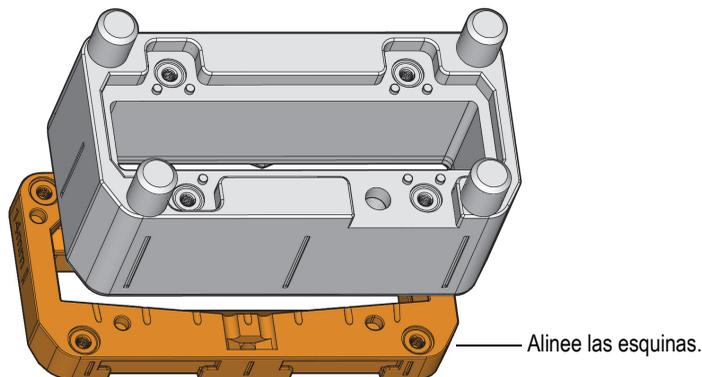

Figura 53 Instalación de la placa de línea de retardo en el soporte de sonda
8. Coloque la placa de línea de retardo bajo el armazón del soporte sonda con las esquinas adecuadamente alineadas (ver Figura 53 en la página 77).